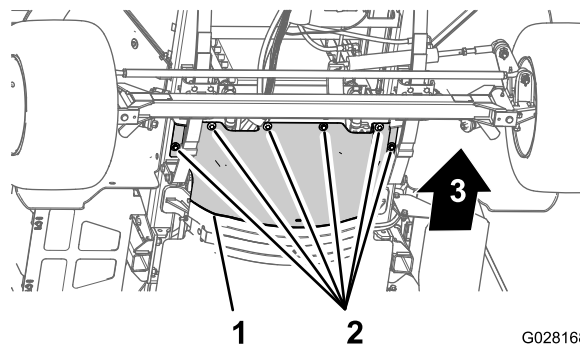

Figura 60
3. Îndepărtați cele 6 uruburi cu cap hexagonal și cele 6 aibe care fixează scutul termic din față la asiu și îndepărtați scutul (Figura 60).